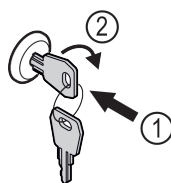

Fig. 133 Representación a modo de ejemplo
- Introducir la llave Fig. 133 (1).
- Girar la llave 90° en sentido horario Fig. 133 (2).